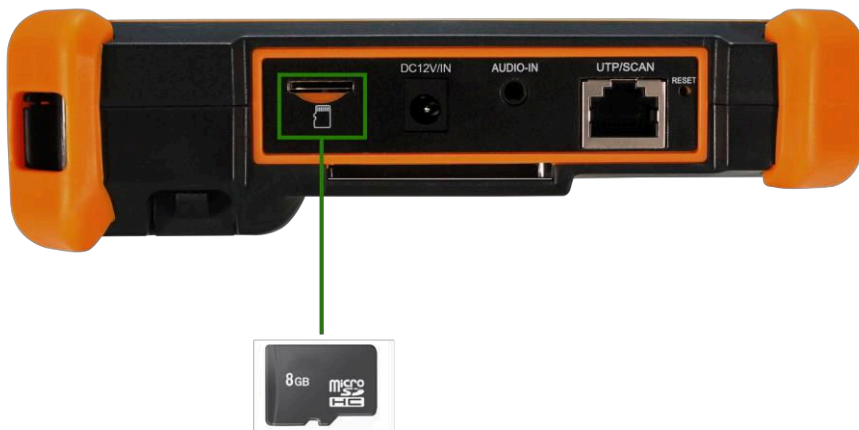

Рис. 23 Установка карты в Micro SD слот
- 2) Установите карту в micro SD слот (на нижней панели) до щелчка (рис. 23);